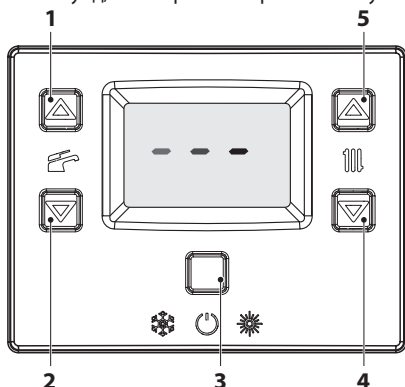
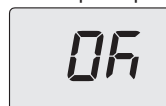

Рис. 1
Рис. 4
Чтобы настроить модель котла, необходимо войти в режим программирования и выполнить конфигурацию различных параметров схемы контроля. Подключите котел к сети электропитания. Нажмите кнопку 3 (Рис. 1) и удерживайте ее в течение 10 секунд, чтобы разблокировать плату.
1. Войдите в «режим программирования», нажав одновременно и удерживая в течение 10 секунд кнопки 3, 4 и 5 (Рис. 1), до появления на ЖК дисплее букв **Pr**, чередующихся с номером параметра **01**, указывая на вход в «параметр 01» (Рис. 3).
2. Кнопкой 1 или 2 (Рис. 1) можно изменить значение параметра 01:
3. Чтобы подтвердить внесенное значение, нажмите кнопку 3 (Рис. 1). На дисплее в течение 3 сек. будет видна надпись **"Ok"** (Fig. 4), а затем появится список параметров.
4. Нажмите кнопку 5 (Рис. 1), чтобы перейти к параметру **Pr 02**, и просмотрите соответствующее установленное значение:
5. Чтобы изменить значение, нажмите кнопку 1 или 2 (Рис. 1) и подтвердите значение параметра кнопкой 3 (Рис. 1). На дисплее в течение 3 сек. будет показана надпись **"Ok"**.
значение, нажмите кнопку 4 или 5 (Рис. 1).
6. Нажмите кнопку 5 (Рис. 1), чтобы перейти к параметру **Pr 05**, и просмотрите соответствующее установленное значение:
7. Чтобы изменить значение, нажмите кнопку 1 или 2 (Рис. 1) и подтвердите значение параметра кнопкой 3 (Рис. 1). На дисплее в течение 3 сек. будет показана надпись "Ok". Чтобы выйти, не подтверждая измененное значение, нажмите кнопку 4 или 5 (Рис. 1).
8. Нажмите кнопку 5 (Рис. 1), чтобы перейти к параметру **Pr 06**, и просмотрите соответствующее установленное значение:
9. Чтобы изменить значение, нажмите кнопку 1 или 2 (Рис. 1) и подтвердите значение параметра кнопкой 3 (Рис. 1). На дисплее в течение 3 сек. будет показана надпись "Ok". Чтобы выйти, не подтверждая измененное значение, нажмите кнопку 4 или 5 (Рис. 1).
10. При нажатии и удерживании в течение 10 секунд кнопка 3 (Рис. 1) происходит выход из «режима программирования».